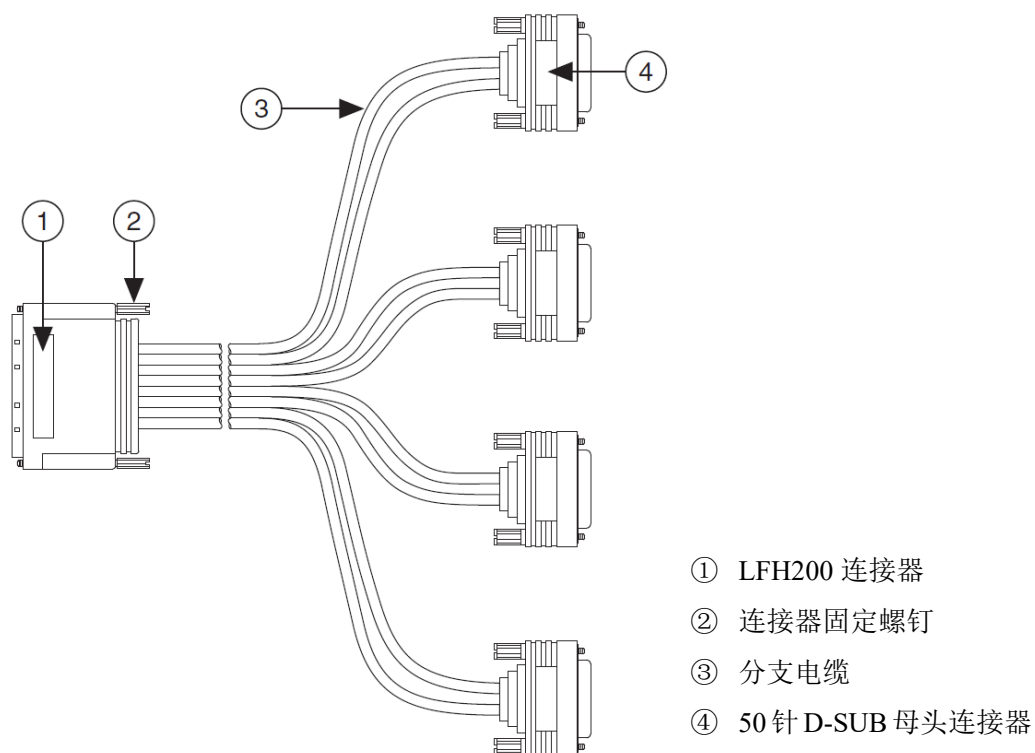

图 1，LFH200 转 4 x DB50--S 专用线缆示意图
- LFH200 转 4 x DB50--S 专用线缆（图 1）